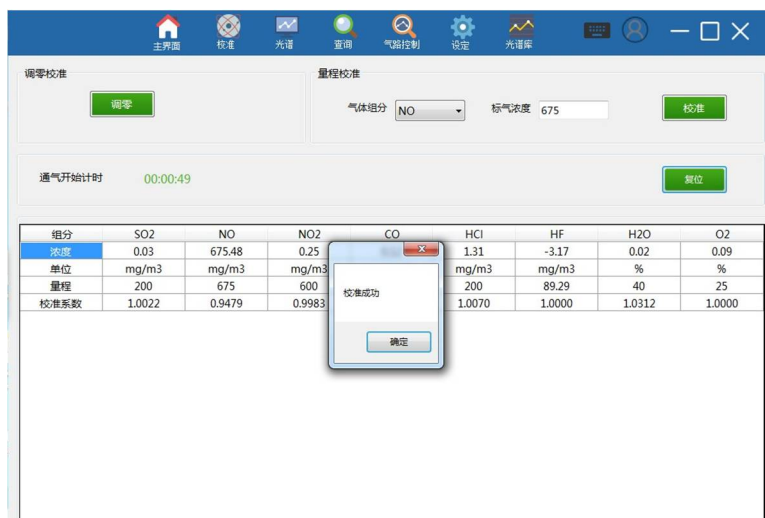

图 4.8 校准成功界面
- 步骤 3: 等数值稳定后, 查看数值是否标气浓度接近, 如果相差不大, 点击校准, 校准成功后提示“校准成功”, 如图 4.8 所示。如果标气浓度和数值相差较大, 需要产看标气是否正常。如果还有问题需要连续厂家。